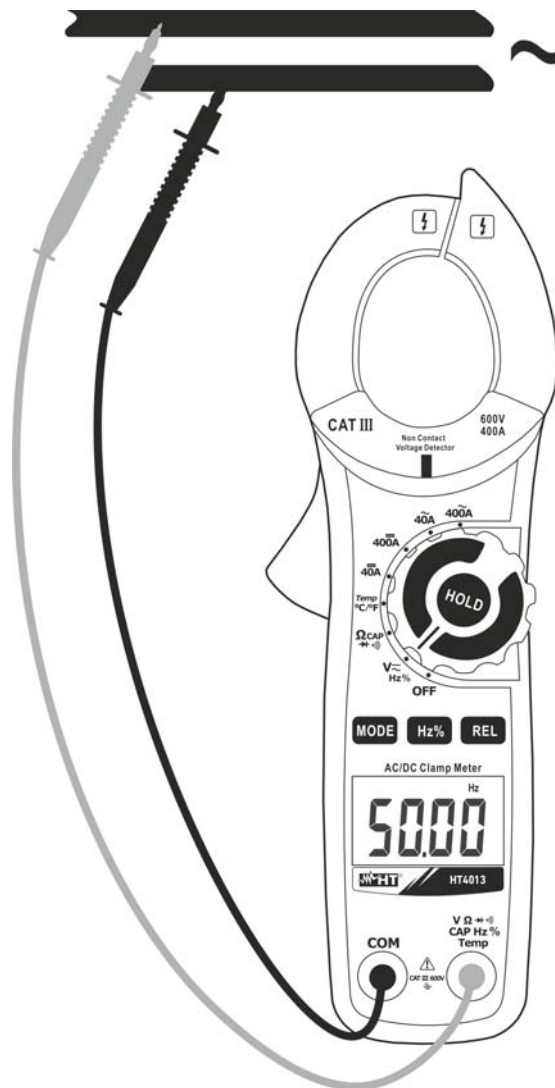

Fig. 4 : Utilisation de la pince pour mesures de Fréquence et Duty Cycle
3. Insérer le câble rouge dans l'entrée du jack **V~Hz%Temp** et le câble noir dans la borne d'entrée **COM** (Fig. 4) pour la mesure de fréquence avec embouts. La valeur de fréquence (Hz) ou de duty cycle (%) apparaît à l'écran.